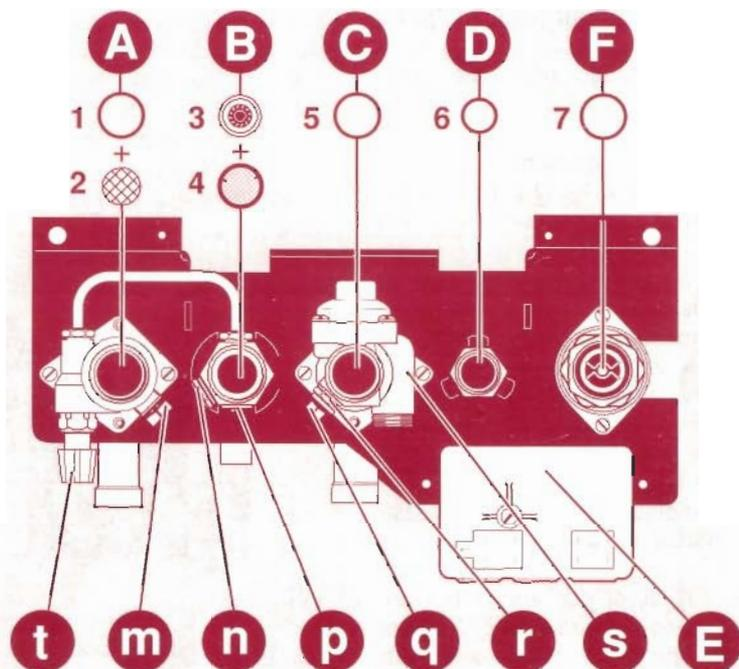

Fig. 5
- Mettre en place les filtres, joints et le limiteur de débit en respectant l'ordre et le sens précisés sur les **fig. 5** et **6**. Visser les différents raccords entre la chaudière et la plaque de raccordement.
- Brancher les connecteurs électriques dans le bornier (**E fig. 5**).
Dévisser le couvercle permettant l'accès au bornier (**E fig. 5**) sur la plaque support : le petit sachet plastique contient les différents éléments de connexion que vous devrez utiliser : barrettes, serre-cables, bouchons de protection...
Remplissage des circuits (fig. 5)
- Faire une prise d'air en ouvrant par exemple, un purgeur de l'installation ou la vis de vidange (**r fig. 5**) de la chaudière.
- Finir la vidange en ôtant la vis (**n fig. 5**) sur la plaque de raccordement de la chaudière.
- Fermer les robinets (**q fig. 5**) départ chauffage et (**m fig. 5**) retour chauffage.
- Ouvrir la vis de vidange (**r fig. 5**) située sur le départ chauffage et faire une prise d'air, par exemple en ouvrant le purgeur de l'échangeur (**17 fig. 2**).
- Fermer la douille d'arrêt d'eau (**p fig. 5**). Ouvrir un robinet de puisage puis ôter la vis de vidange (**n fig. 5**) située sur la douille.